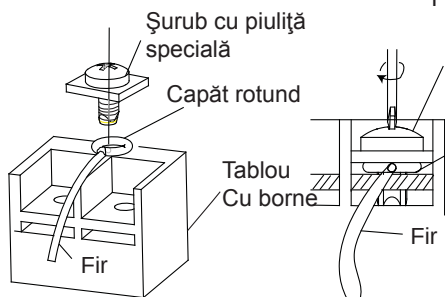

Fig.40
4). Poziționați capătul rotund al firului și înlocuiți și fixați șurubul de conexiune cu o șurubelniță. (Fig. 40)